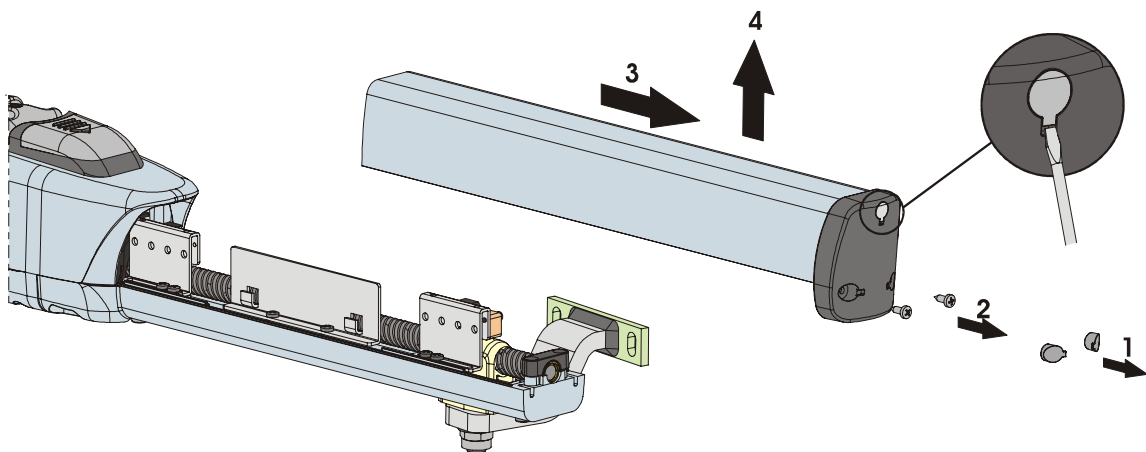

Abb. 23
- 1) Die beiden Abdeckungen der unteren Befestigungsschrauben entfernen, Abb. 23 Bez. 1. Damit dieser Arbeitsgang erleichtert wird, ist eine Aussparung vorgesehen, durch die ein Schraubenzieher eingeführt werden kann.
- 2) Die beiden unteren Schrauben des Frontverschlusses abschrauben und die Abdeckung herausziehen, Abb. 23.